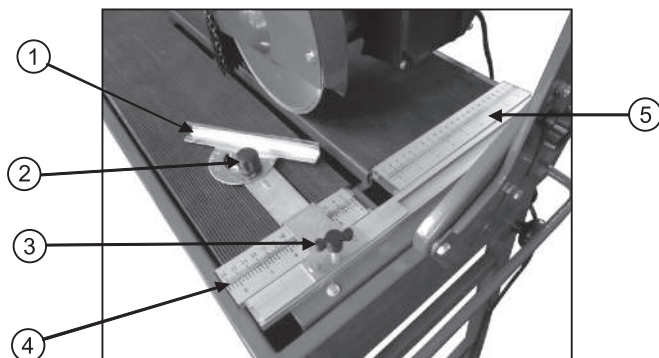

Рис.10
Регулировка ширины резания (рис. 10, 11)
2. Ослабьте винт фиксации (2) транспорта и установите транспорт в положение 0° . Затяните винт фиксации транспорта (рис. 10).
3. Ослабьте винт фиксации (3) регулируемого упора (1).
5. Зафиксируйте винт фиксации (3) регулируемого упора.
Регулировка угла реза (рис. 10)